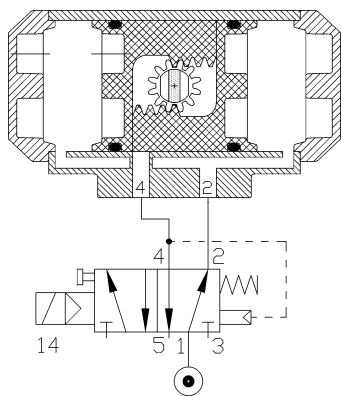

Figura 1
- **5 vie (5/2)** per attuatori a Doppio Effetto: l'aria va dalla Porta 1 alla Porta 2 riempiendo la cavità compresa tra i pistoni e le testate, chiudendo l'attuatore (vedi figura 1)